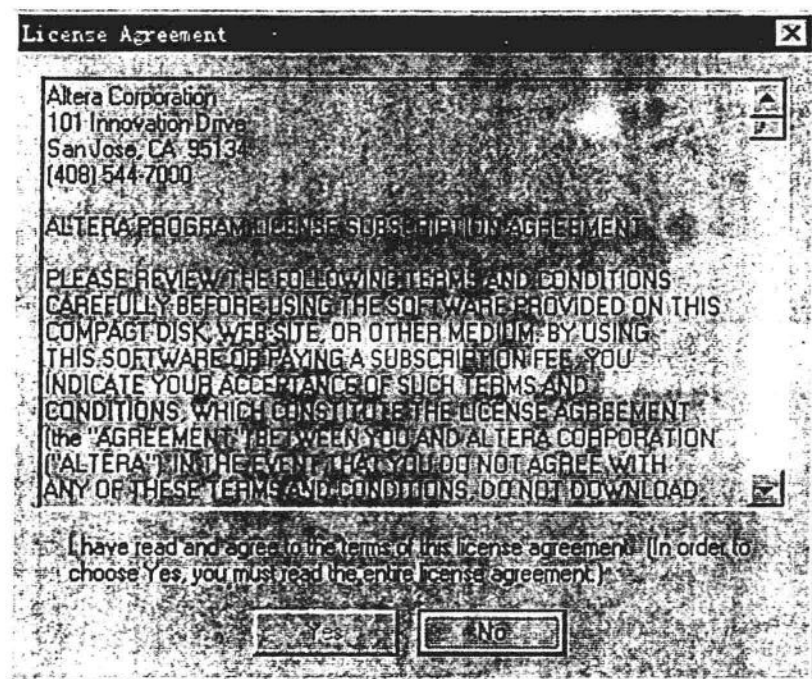
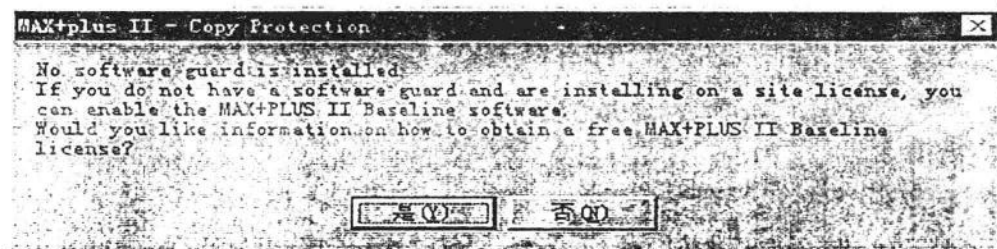

图 1.9: “License Agreement”窗口
图 1.10
1. 双击 MAX+PLUS II 9.23 的图标, 或从“开始”菜单“程序”中的“MAX+PLUS II 9.23 Baseline”组中的“MAX+PLUS II 9.23 Baseline”运行 MAX+PLUS II 9.23; 在出现 MAX+PLUS II 9.23 的界面时, 出现“License Agreement”窗口(图 1.9), 将滑动条拉到最下阅读后可按“YES”, 出现另一窗口, 图 1.10。
在图 1.10 中单击“否(N)”, 出现图 1.11 的 license setup 窗口